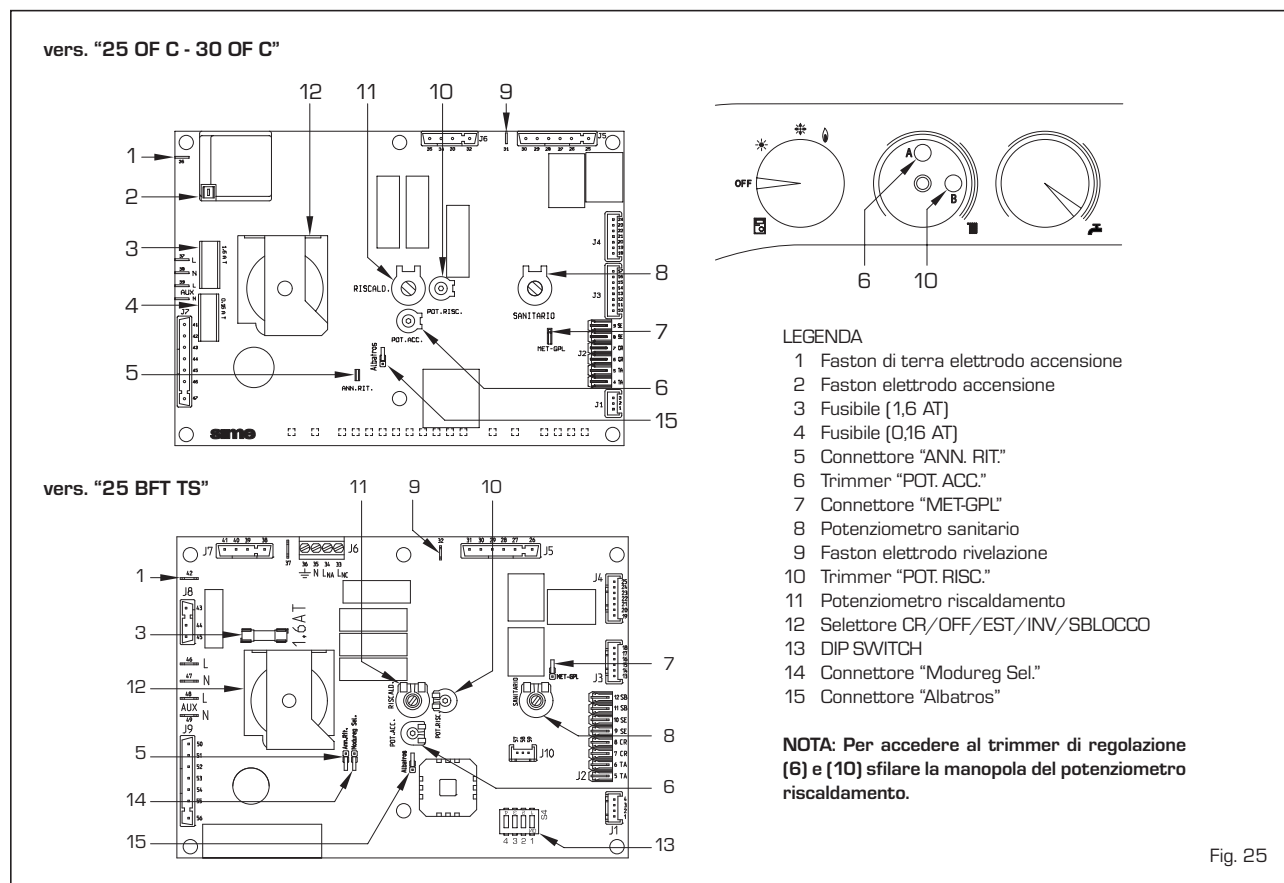

Fig. 25
- **Trimmer "POT. RISC."** (10 fig. 25)
- **Trimmer "POT. ACC."** (6 fig. 25)
- **Connettore "MET-GPL"** (7 fig. 25)
- **Connettore "ANN. RIT."** (5 fig. 25)
- DIP SWITCH (13 fig. 25)
- Connettore Modureg Sel. (14 fig. 25)
- Connettore "Albatros" (15 fig. 25)
Per effettuare la regolazione della potenza riscaldamento, modificando la taratura di fabbrica il cui valore di potenza è intorno ai 16 kW, occorre operare con un cacciavite sul trimmer potenza riscaldamento (10 fig. 25). Per aumentare la pressione di lavoro ruotare il trimmer in senso orario, per diminuire la pressione ruotare il trimmer in senso antiorario. Per facilitare la ricerca di adeguamento potenza riscaldamento sono disponibili i diagrammi pressione/potenza resa per gas naturale (metano) e gas butano o propano (figg. 28 - 28/a - 28/b).